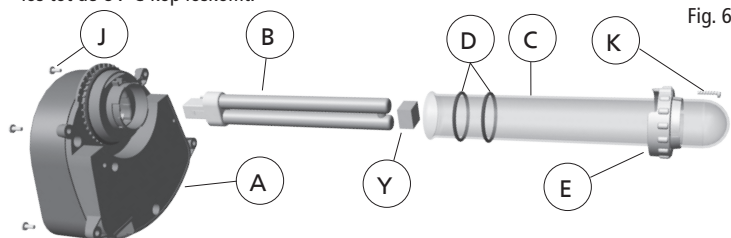

Fig. 6
**Vervanging van de UV-C-lamp:** om de UV-C-lamp (B) altijd optimaal te laten werken, moet ze jaarlijks worden vervangen. Dit gebeurt het best in het voorjaar, tijdens het onderhoud van de vijver voor het seizoen.
**Reiniging van de kwartsbuis:** hoewel er alleen maar gefilterd water door het UVC-gedeelte van de Pressure-Flo filter stroomt, kan zich op de kwartsbuis (C) kalk afzetten, waardoor de UV-C-lamp (B) minder goed gaat werken. Het is aanbevolen om de kwartsbuis (C) regelmatig na te kijken en te reinigen. Hoe vaak dat precies moet gebeuren, hangt af van de toestand van de vijver. Om aan de UV-C-lamp (B) en de kwartsbuis (C) te kunnen, gaat u als volgt te werk:
4. Haal de UV-C-kop (A) (Fig. 6) van de filter door het losdraaien van de 4 schroeven (J) waarmee de UV-C-kop vastzit aan het filterdeksel (G). De UV-C-kop is uitgerust met anti-verliesschroeven. U hoeft de schroeven er niet helemaal uit te draaien. Draai ze gewoon los tot de UV-C-kop loskomt.